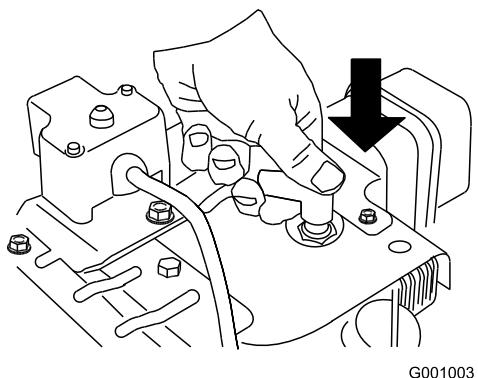

Figure 23
1. Branchez la bougie (Figure 23).